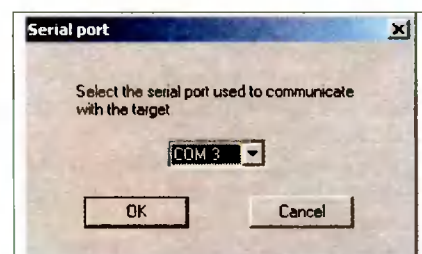

Рис. 3. Выбор COM-порта
3. В выведенном на экран диалоговом окне (рис. 3) из выпадающего списка «Select serial port used to communicate with target» выбирают COM-порт, к которому подключен DATA-кабель. Программа позволяет выбрать только COM1-COM4.